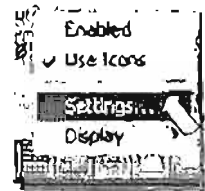

Рис. 1.33. Контекстное меню для вызова диалогового окна Drafting Setting
2. Выберите в нем Settings (Настройки) (рис. 1.33).